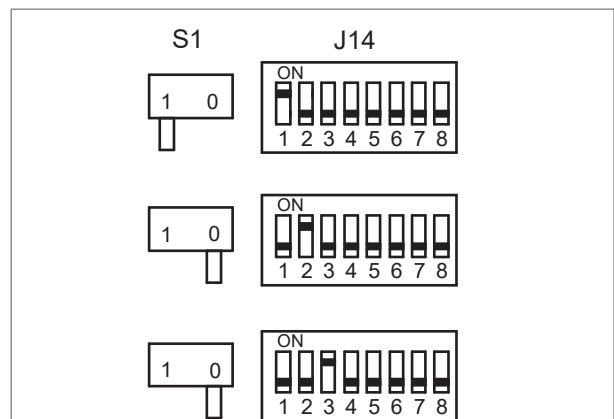

Figure 15 - Positions des commutateurs S1 et J14 pour les trois premiers aérothermes d'un système
1. Positionner comme suit les commutateurs S1 et J14 du module de commande (figure 15) :